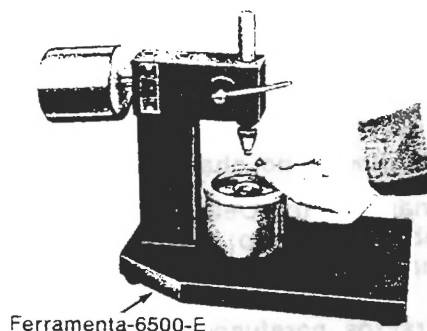

fig. 2
- 3 - Colocar a esfera de aço de $5/16''$, fornecida com o equipamento, no êmbolo do tucho (fig. 2).